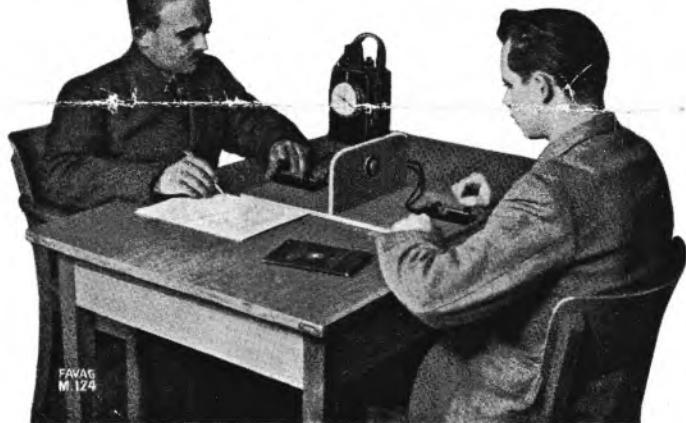

Fig. 8. Messung der Reaktionszeit
- Messung der Reaktionszeiten für psychotechnische Prüfungen. (Fig. 8.)
Diese Schaltung findet ihr hauptsächlichstes Anwendungsgebiet für die Reaktionsprüfung bei psychotechnischen Examen. Die Installation besteht aus zwei separaten Kontakten (Druckknopfschalter, Morsetaste, usw.) für die Ein- und Ausschaltung des Zählwerkes, sowie eines zusätzlichen Gliedes (zweiter Kontakt, Hilfsrelais, etc.) für die Auslösung eines optischen (Lampe) oder akustischen Signals (Schnarrwecker), parallel mit dem Zählwerk. (Siehe Fig. 8.)